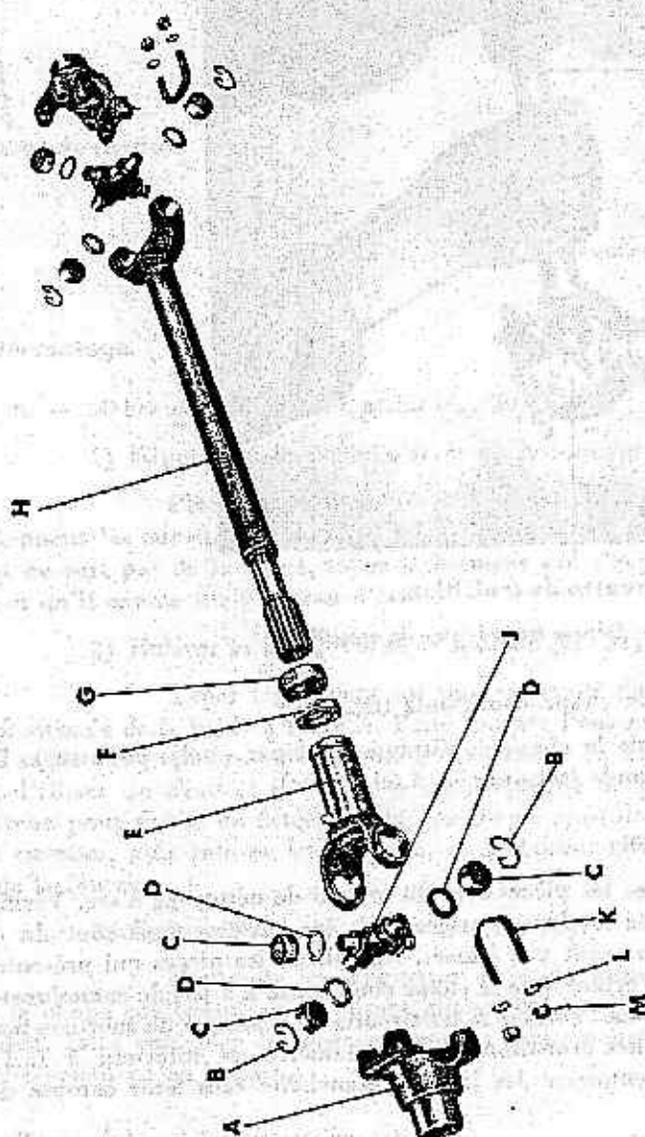

FIGURE 33. — Arrière de transmission avant (vue détalée)
A. — Arbre de transmission avant (fig. 33).
A. — Arbre de commande avant (fig. 33).